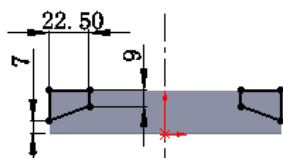

图 11.2.8 横断面草图
② 定义横断面草图。在草图环境中绘制图 11.2.8 所示的横断面草图。
(3) 定义切除深度属性。在“切除一拉伸”对话框 **方向1** 区域的  下拉列表中选择 **完全贯穿** 选项。选中 ☒ **正交切除(N)** 复选框, 其他选择默认设置值。
(4) 单击  按钮, 完成切除一拉伸 1 的创建。